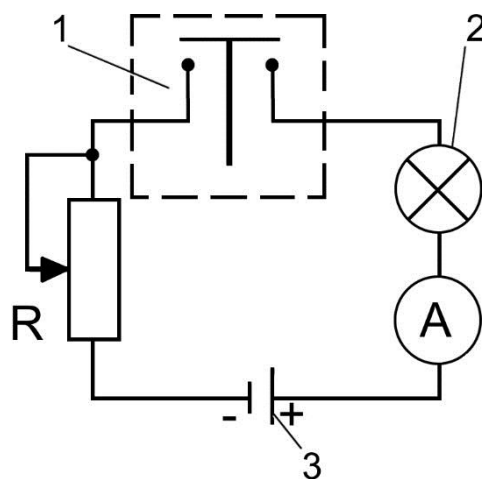

Рис. 7.53. Схема проверки замыкания контактов датчика: 1 - датчик уровня охлаждающей жидкости; 2 – лампа; 3 – источник питания; А – амперметр; R - реостат
- для проверки непосредственно датчика следует подключить датчик к электрической цепи, как показано на рис. 7.53, установив ток не более 1А.